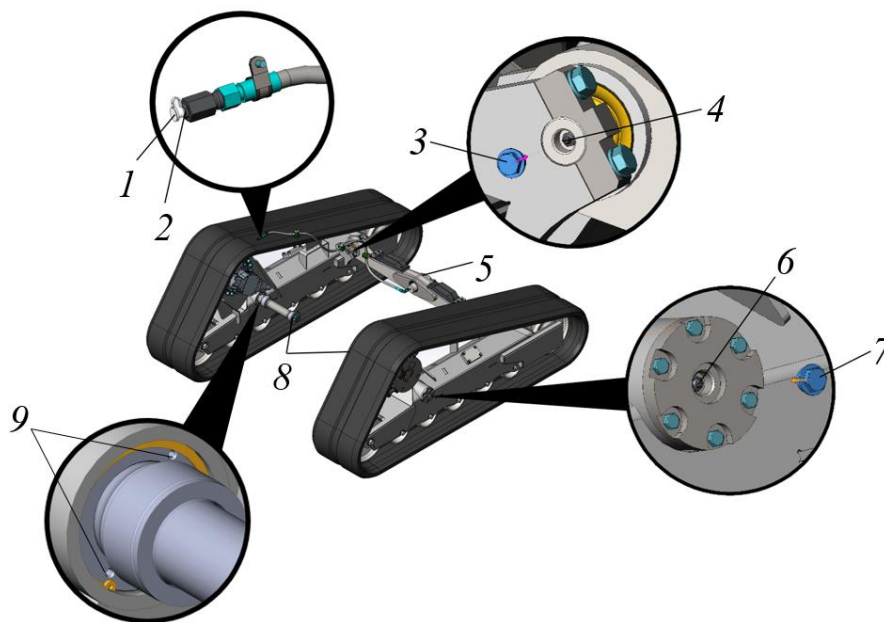

Рисунок 5.83. Точки смазки ходовой части
- ▶ Снять пылезащитный колпачок 1, шприцом через пресс-масленку 2 закачать 10 мл смазки, рис. 5.83. Убрать вышедшую наружу смазку и установить пылезащитный колпачок 1.